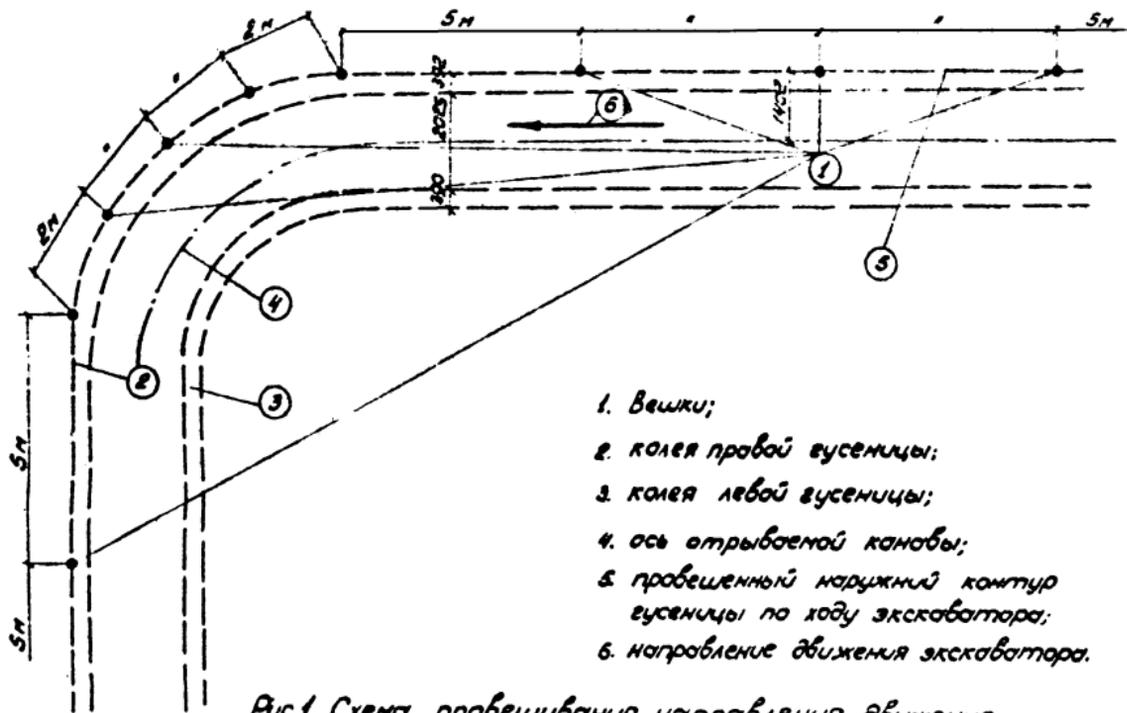

Рис. 1 Схема пробешивания направления движения экскаватора при отрывке канавы.
- г) разбивка наружного контура колеи гусеницы по ходу машин с установкой вешек через 5 м на прямых и через 2 м на кривых участках, которые будут служить ориентиром для машиниста экскаватора (см.схему на рис.1);